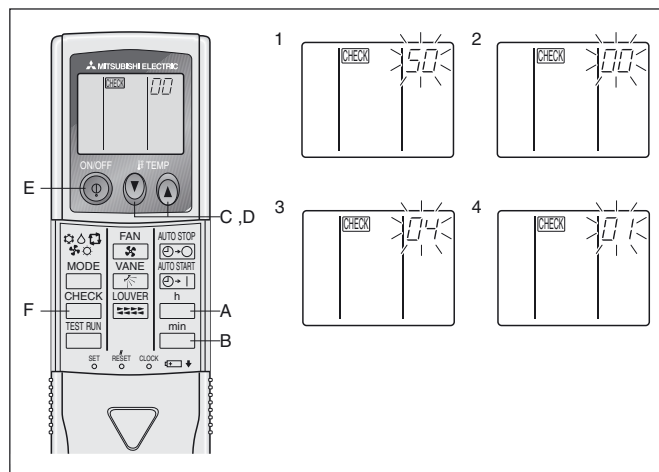

Fig. 1-8
2) Télécommande sans fil (Fig. 1-8)